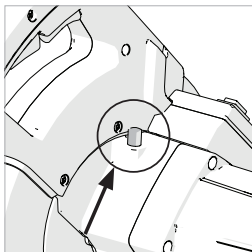

Fig. 39
- Druk op de zwarte vergrendelingsknop van de doorn om de doorn te vergrendelen. (**Afb. 39**)